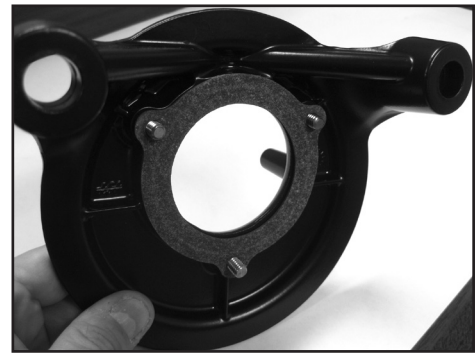

Figura 3
3. Applicare le guarnizioni alle viti come mostrato nella figura 3.